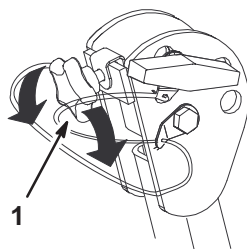

Figure 4
1. Pour abaisser l'arceau de sécurité, desserrez les poignées avant (Fig. 4).